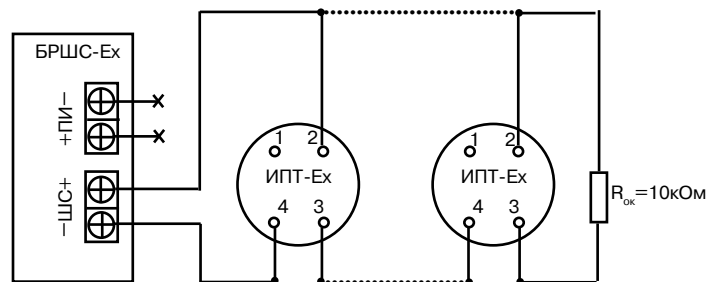

Рисунок 1 – Рекомендуемая схема подключения ИПТ-Ех к БРШС-Ех (в один шлейф БРШС-Ех рекомендуется включать не более 10 ИПТ-Ех)
4.2.3 Произведите монтаж подводящих проводов к клеммам контактов основания согласно схеме подключения (рисунок 1). Максимальная площадь поперечного сечения проводников – 0,75 мм².